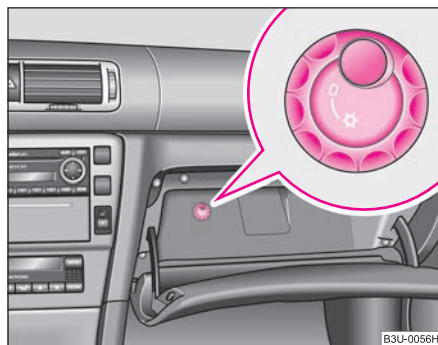

Fig. 95 Compartimento guardaobjetos: Conmutador giratorio para la refrigeración
- Con el conmutador giratorio ⇒ fig. 95 conecta o desconecta la refrigeración.